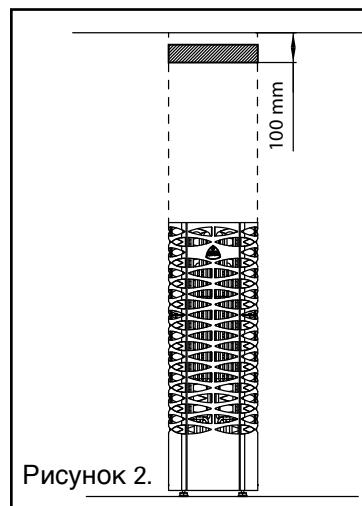

Рисунок 2.
- Установить датчик на место, указанное на рис. 2.